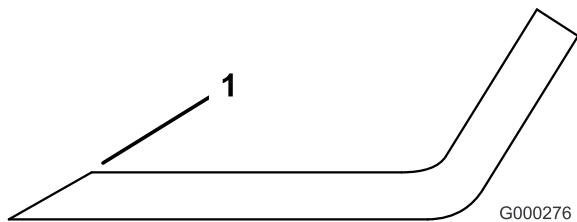

Bild 89
1. Schärfen Sie die Schnittkante an beiden Enden des Schnittmessers mit einer Feile (Bild 89). Behalten Sie den ursprünglichen Winkel bei. Das Schnittmesser behält seine Auswuchtung bei, wenn von beiden Schnittkanten die gleiche Materialmenge entfernt wird.